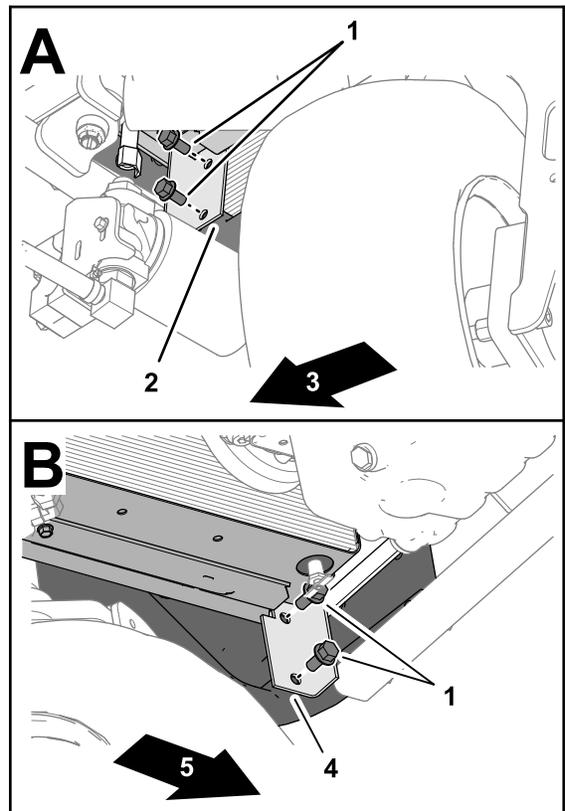

图20
1. 在散热器的前下角卸下将散热器支架固定至机器后铸造组件的 2 个凸缘平头螺丝 $\frac{3}{8} \times \frac{3}{4}$ 英寸 图20。
2. 卸下将散热器支架固定至机器另一侧后铸造组件上的 2 个凸缘平头螺丝 $\frac{3}{8} \times \frac{3}{4}$ 英寸 图20。